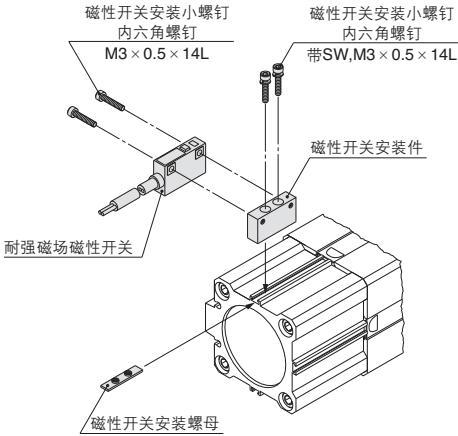
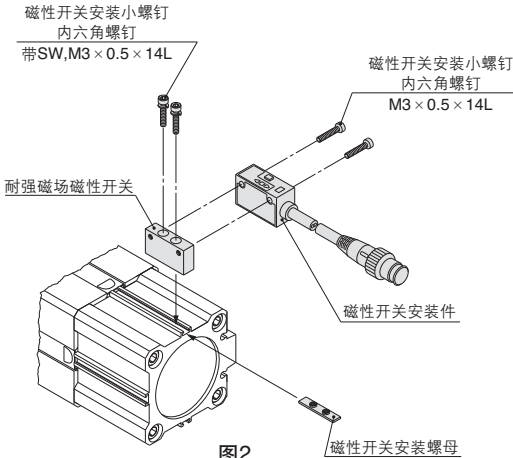

图1
图2
- ①在磁性开关安装件上，让磁性开关安装螺母从上面的通孔部，用磁性开关安装件安装小螺钉不会脱落那样的安装。
- ②把磁性开关安装螺母和磁性开关安装件的组件安装在导槽部上(螺母通过导槽部。)，大体设置在磁性开关安装位置。
- ③在磁性开关本体的通孔部上，让磁性开关安装小螺钉通过，把磁性开关预固定在磁性开关安装件上。
- ④确认检出位置后，拧入磁性开关安装件安装小螺钉及磁性开关安装小螺钉，固定磁性开关。(紧固力矩约为0.5~0.7N・m，参见图1及图2)。
※仅D-P79WSE安装在磁性开关安装件时，有安装方向性。必须软质树脂模压面与磁性开关安装件连接进行装着。(参见图2)